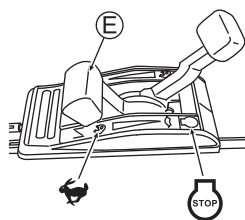

Afb. 23
8.5.1 Gashendel (Zie afb. 23 en 24)
8.5.2 Meshendel (Zie afb. 23 en 25)
3. Controleer dat het mes volledig stopt als de meshendel (C) wordt vrijgemaakt.
8.5.3 Koppelingshendel (Zie afb. 23 en 26)
3. Controleer dat de machine achteruit kan worden getrokken als de koppelingshendel (B) wordt vrijgemaakt.
8.5.4 Versnellingshendel (Zie afb. 23 en 27)